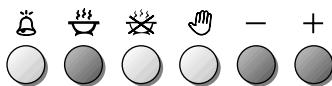

Fig. 5.5
1. Déterminer le temps de durée de la cuisson en pressant le poussoir  et le poussoir  $\oplus$  pour avancer, ou le poussoir  $\ominus$  pour revenir si le temps désiré a été dépassé (Fig. 5.5).